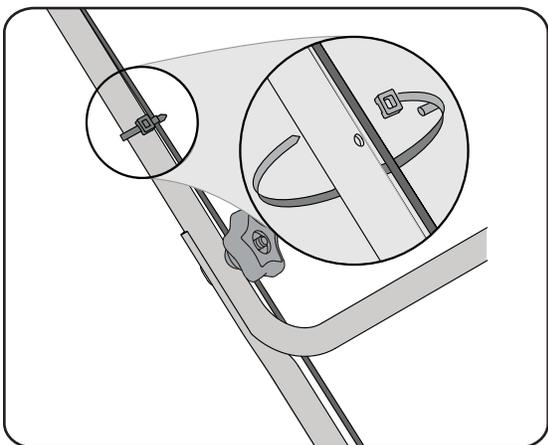

Figure 4-4
4. Enfonchez les taquets des attaches-câbles dans les trous aménagés dans le guidon inférieur. Serrez l'attache-câble et coupez le surplus. Voir la Figure 4-4.